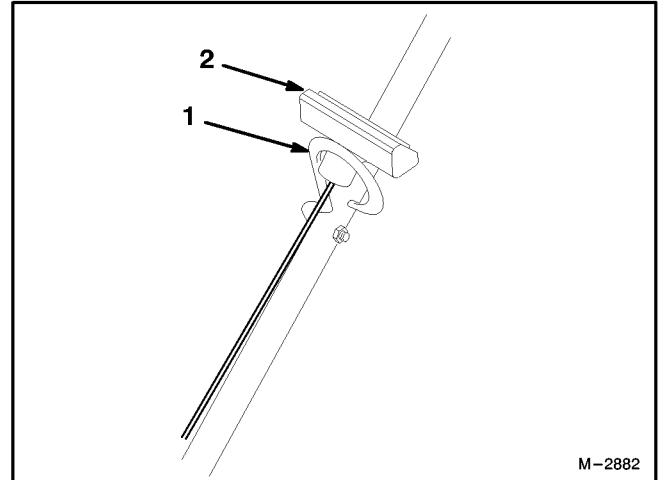

Abbildung 5
1. Das Starterseil durch die Seilführung am Griff ziehen (Abb. 5). Damit das Seil leichter zurückspulen kann, die Steuerstange an den Griff drücken, um die Schnittemesserbremse zu lösen.